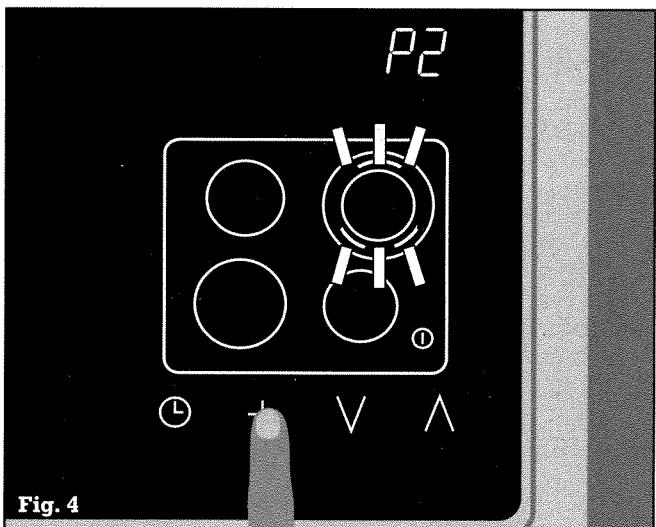

Fig. 4
- ... toccate il simbolo $+$. Sul display del timer si accende **P2**. Sul display della zona di cottura 3 (indietro a destra) lampeggia il simbolo relativo all'ampliamento \odot (fig. 4).